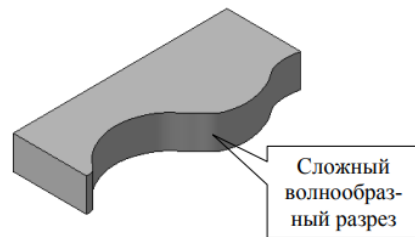

Рис. 8
84. При помощи какой операции, расположенной на Панелях инструментов Вспомогательная геометрия или Поверхности, в системе КОМПАС-3D должна быть заранее построена поверхность отсечения, чтобы, в результате использования операции Сечение поверхностью, на трехмерной модели детали получился сложный волнообразный разрез (см. рис. 8)?